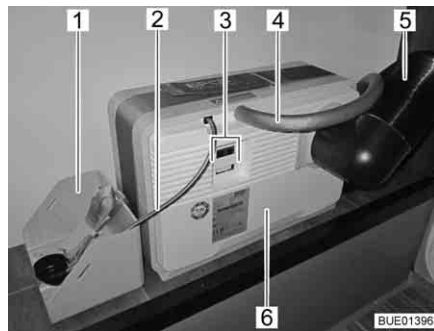
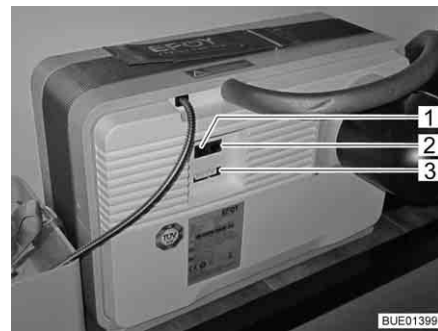

Fig. 173 Pila de combustión con cartucho de metanol
Fig. 174 Campo de conexiones de la pila de combustión
La pila de combustión se compone de varios componentes que están instalados en el compartimento de almacenamiento trasero (Fig. 173), así como de una unidad de mando (Fig. 175) en el habitáculo.
En la pila de combustión (Fig. 173,6) se encuentran:
- la conexión para la manguera de aire de escape (Fig. 173,4) o la abertura de llenado para el Service Fluid (fluido de servicio)
- el tubo de calor de escape (Fig. 173,5)
- las conexiones eléctricas (Fig. 173,3) con interfaz de datos (Fig. 174,2), conexión del aparato (Fig. 174,3) y conexión para el panel de mando (Fig. 174,1)
A la pila de combustión pertenece un cartucho de metanol que está conectado a la pila de combustión (Fig. 173,6) a través de la conexión para el reabastecimiento (Fig. 173,2).
El cartucho de metanol está amarrado en el portador de cartucho de metanol (Fig. 173,1).